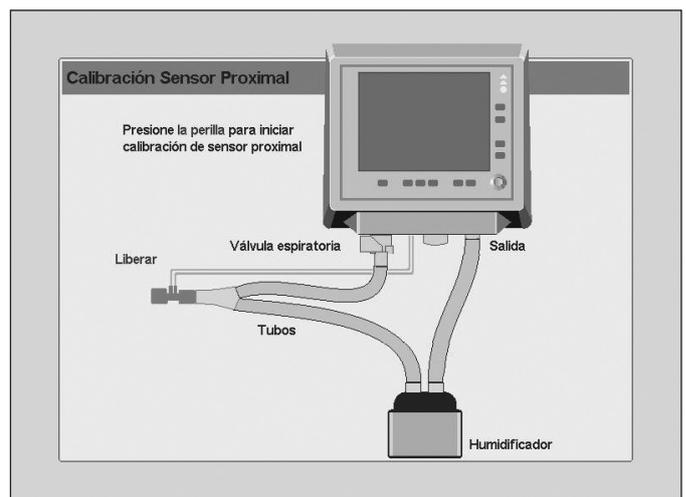

Fig. 7-18 Imagen de la pantalla previa a la segunda fase de la calibración del pneumotacógrafo proximal.
2. Luego, para completar el procedimiento de calibración se deberá liberar el extremo del sensor de flujo proximal, tal como se indica en la Fig. 7-18.